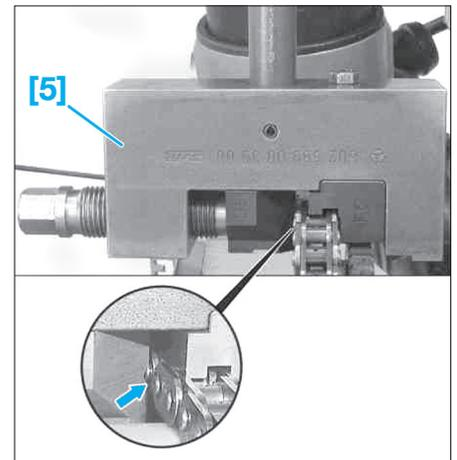

FIG. 28
- Placer l'outil de rivetage [5] précisément au-dessus du centre de l'axe (flèche) (Fig.28).